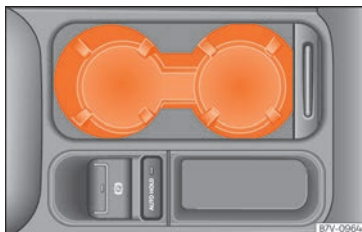

**Fig. 169** Consola central delantera: portabebidas.
- Para abrir, desplazar la cubierta hacia atrás »» fig. 169.